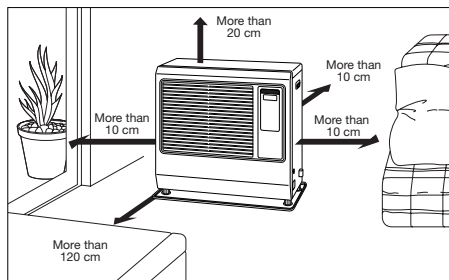

Abb. 1
1. Betriebsort des Heizgeräts auswählen. Die Mindestabstände müssen den unten aufgeführten Angaben entsprechen, zwischen dem Heizgerät und dem nächsten brennbaren Material (siehe Abb. 1.) Zwecks Reinigung muss der Zugang zur hinteren Ventilatorabdeckung, dem integrierten Brennstoffsieb und dem Reset-Schalter gewährleistet sein.